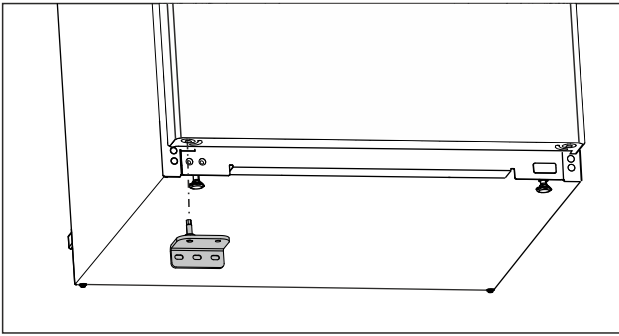

Fig. 24
- ▶ Įstatykite apatinę atraminę gembę priešingoje pusėje. (žr. Fig. 24)